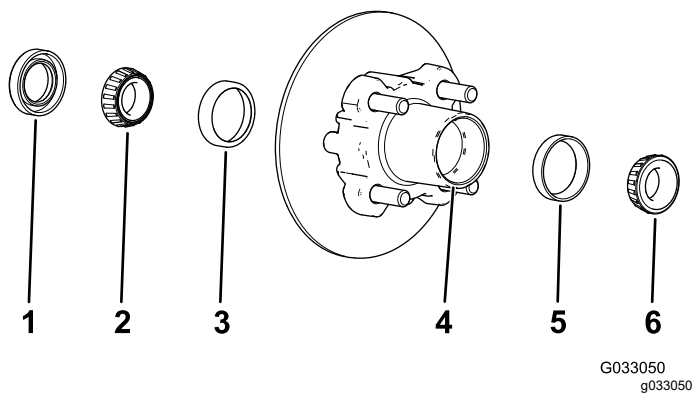

图 32
- 从轮毂上拆下外置轴承和轴承座圈图 32。
- 从轮毂上拆下密封件和内置轴承图 32。
- 清除轮毂轴承腔内的所有润滑脂、污垢或碎屑图 32
- 向轮毂轴承腔注入 5080% 的指定润滑脂图 32。
- 将内置轴承装入轮毂内侧的座圈上并装上密封件图 32。